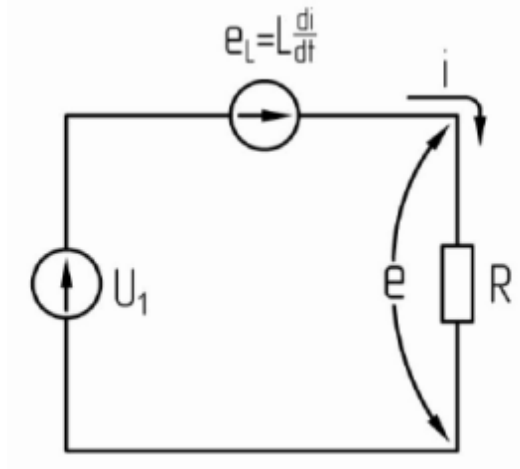

Рис.5. Схема замещения при $\alpha < \theta < \pi$
2. $\alpha < \theta < \pi$. Схема замещения, соответствующая этому интервалу, приведена на рис. 5.